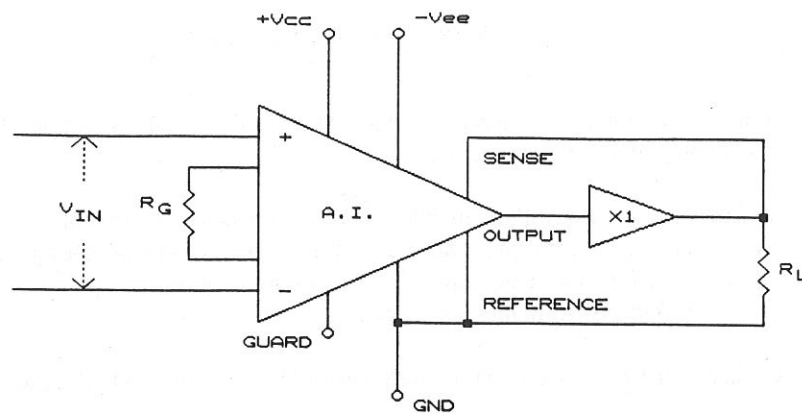

Figura 3. Amplificador d'instrumentació amb amplificador de corrent.
- Amplificador d'Instrumentació amb un amplificador de corrent a la sortida (figura 3). En aquest circuit s'observa que el senyal de sortida de l'A.I. s'amplifica en intensitat mitjançant un amplificador de corrent X1, mantenint, però, la mateixa tensió final mercès a la realimentació de SENSE.